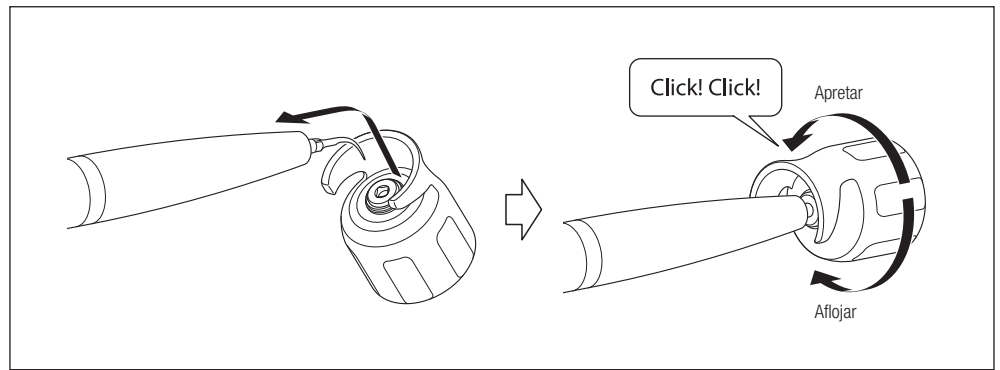

Fig. 16
- 3) Haga coincidir la forma cuadrada de la punta con el orificio de la llave para punta (CR-10) y, a continuación, inserte la punta en el orificio. Gire la llave hasta que haga clic y ya no pueda girar más. Durante este procedimiento, sostenga la pieza de mano de manera que el cable de pieza de mano no apantallado no se retuerza. Para quitar la punta, gire la llave en la dirección de la flecha “Aflojar” (Fig. 16).